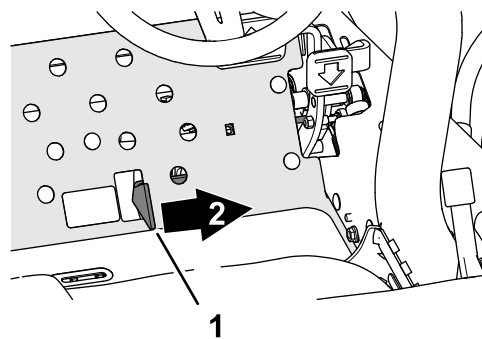

Figura 37
3. Pressione o interruptor da transmissão da unidade de corte para a posição ENGATAR (Figura 37).
4. Empurre a alavanca de descida e corte/elevação para a frente (Figura 37) para baixar e ligar as unidades de corte (as unidades de corte dianteiras são temporizadas para baixar antes das unidades de corte traseiras).